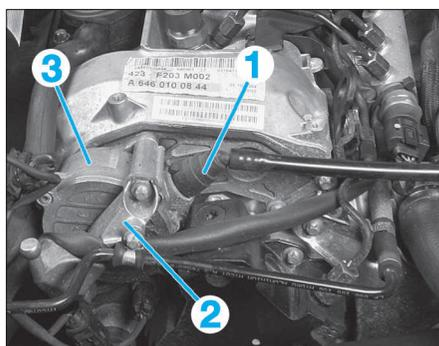

FIG. 12
- Débrancher la conduite à dépression (1) (Fig.12) de pompe à vide.